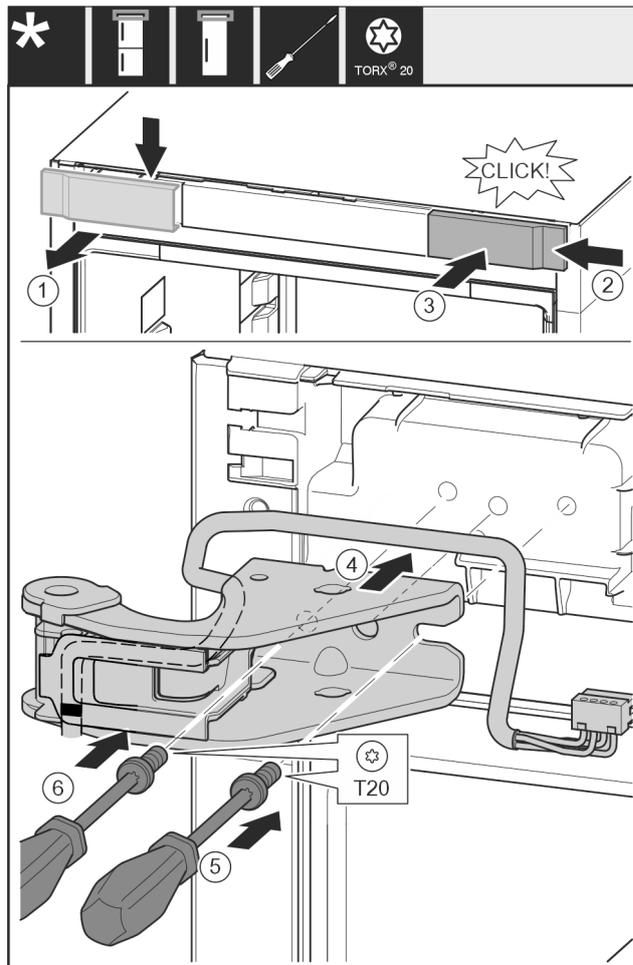

Fig. 33
- ▶ Rimuovere la copertura Fig. 33 (1) dall'alto in avanti.
- ▶ Agganciare da destra la copertura Fig. 33 (2) ruotata di 180° sull'altro lato.
- ▶ Innestare la copertura Fig. 33 (3).
- ▶ Applicare il blocco di supporto superiore Fig. 33 (4).
- ▶ Applicare la vite Fig. 33 (5) con un cacciavite e serrarla.
- ▶ Applicare la vite Fig. 33 (6) con un cacciavite e serrarla.